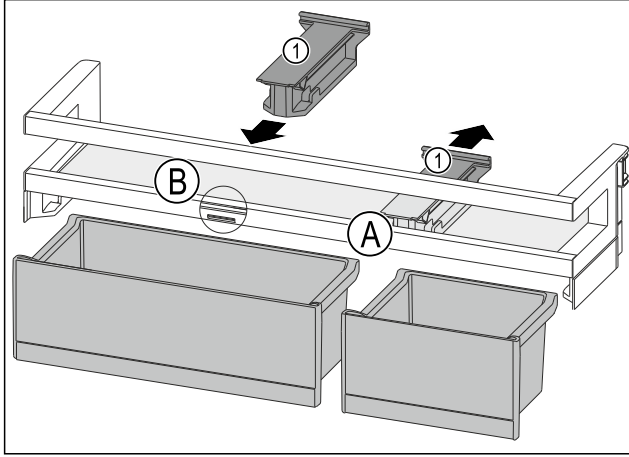

Fig. 127
- Tutma parçasını Fig. 127 (1) konumunda Fig. 127 (A) arkaya doğru çıkartın.
- Tutma parçasını Fig. 127 (1) konuma Fig. 127 (B) yerleştirin.